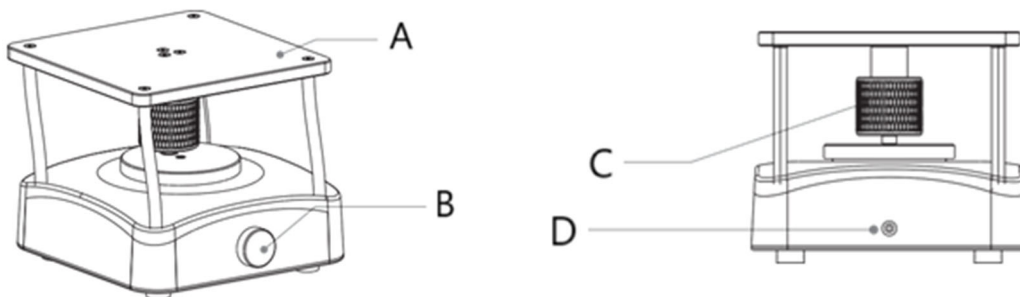

Abb. 1
- Laufen: Stellen Sie den Geschwindigkeitsregler (B, Abb. 1) im oder gegen den Uhrzeigersinn ein, um die Geschwindigkeit einzustellen. Von links nach rechts: 0-100 U/min.
- Winkeleinstellung: Stellen Sie den Winkeleinstellknopf (C, Abb. 1) im Uhrzeigersinn oder gegen den Uhrzeigersinn im gestoppten Zustand auf den gewünschten Winkel ein (0-8° einstellbar), und stellen Sie den Geschwindigkeitsregler (B, Abb. 1) ein, um die Maschine zu betreiben.